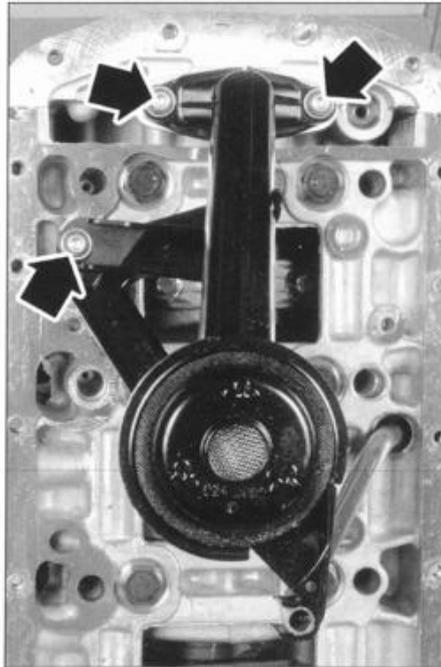

FIG. 16
- los tornillos de fijación del filtro (fig. 16).